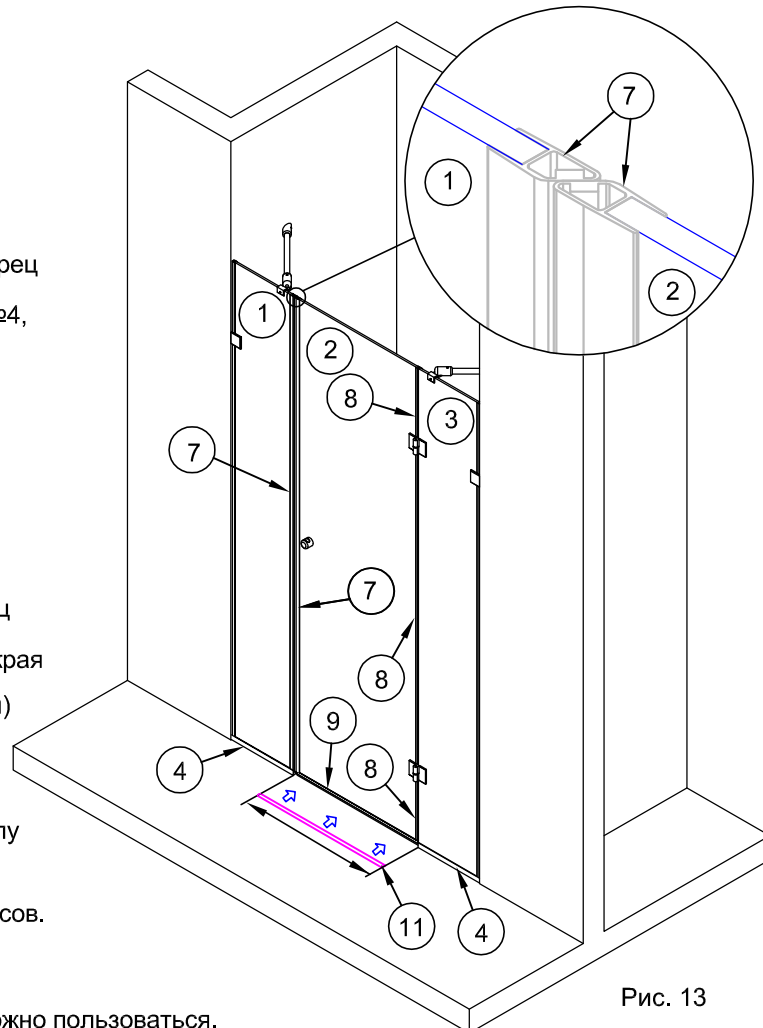

Рис. 13
5.1. Установить уплотнитель с отливом №9 на нижний торец стекла дверей. Правый торец прилегает к торцу профиля №4, левый - выступает за торец стекла на 8 мм (Рис.13).
5.2. Установить уплотнитель №8 на торец панели №3 со стороны петель (рис.13) Каждый отрезок нужно подрезать для плотного прилегания к петлям и к уплотнителю №9.
5.3. Установить на левый торец двери №2 и правый торец панели №1 магнитные уплотнители №7 (мал.13). Нижние края уплотнителей должны прилегать к профилю №4 (на панели) и к уплотнителю №9 (на двери) (рис.13).
5.4. Заготовку порошка обрезать в размер между профилями №4. Полученный порожек №11 приклеить к полу силиконовым герметиком (рис.13).